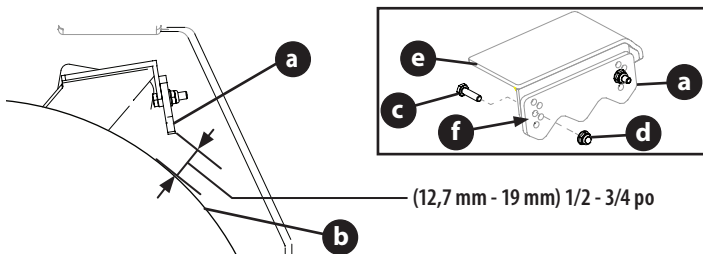

Figure 24
2. Lorsque le frein de stationnement désengagé, mesurez l'écart entre la cale de frein (a) et le pneu arrière (b) des deux côtés de la tondeuse. Cette mesure doit être comprise entre 1/2 et 3/4 (12,7 mm à 19 mm) (Figure 24 à la page 94).
4. Si nécessaire, procédez comme suit pour régler les cales de frein (Figure 24 à la page 94) :